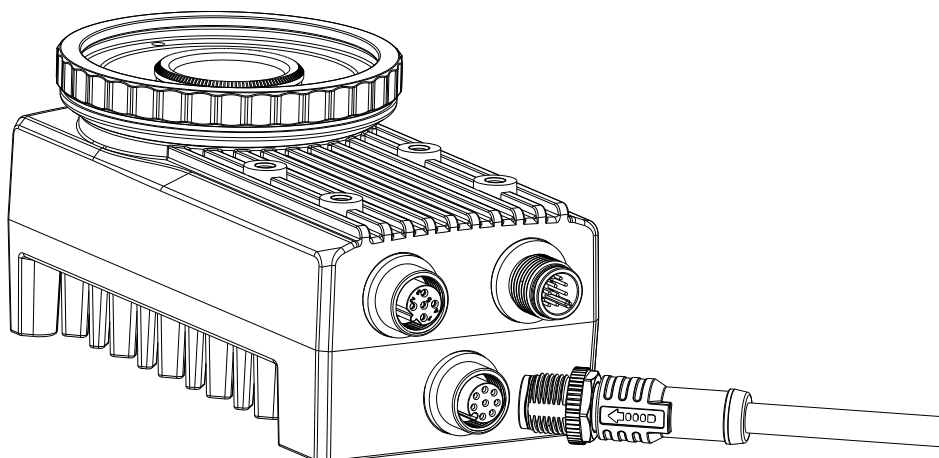

图2-6 设备网口接线
1. 确认使用 8-pin 航插转 RJ45 接头千兆网线将设备与交换机或者网卡正常连接,如图 2-6 所示,此为不含光源和镜头罩的 X86 开放平台示意图。